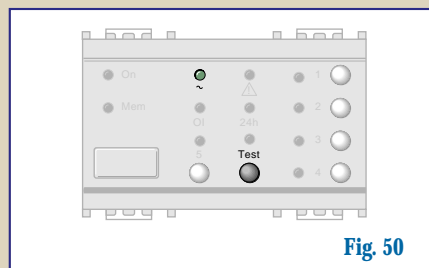

Fig. 50
- Premere il tasto TEST per uscire dalla funzione (Fig. 50)